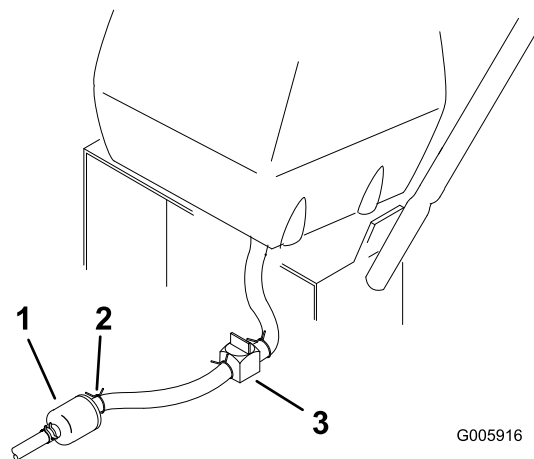

Figura 39
2. Cierre la válvula de cierre de combustible del depósito de combustible (Figura 39).
3. Apriete los extremos de la abrazadera y deslícelas por el tubo alejándola del filtro (Figura 39).
4. Retire el tubo de combustible del filtro (Figura 39). Abra la válvula de cierre del combustible y deje que la gasolina se drene en un recipiente.
3. Cierre la válvula de cierre de combustible del depósito de combustible (Figura 39).
4. Apriete los extremos de las abrazaderas y deslícelas por el tubo alejándolas del filtro (Figura 39).
7. Abra la válvula de cierre de combustible del depósito de combustible (Figura 39).